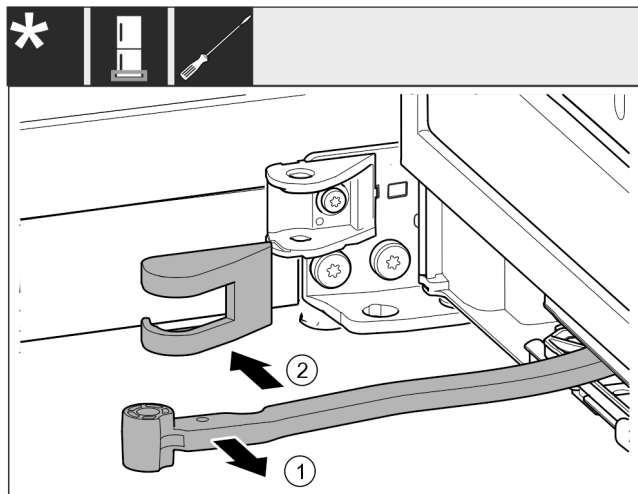

Fig. 20
- Pagrieziet šarnīru Fig. 20 (1) durvju virzienā.
- Noņemiet gultņa balsta pārsegu Fig. 20 (2).